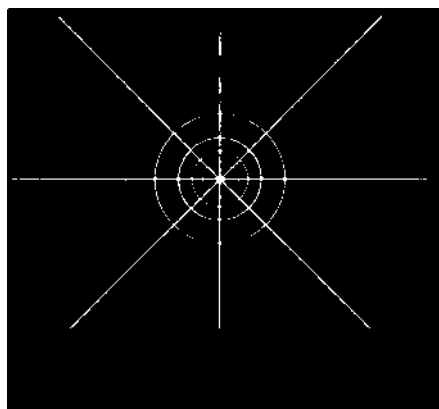

Figure 8.11 – Объект фиксации
- Пациент услышит одиночный звуковой сигнал, после чего в фокус будет помещен объект фиксации (Рисунок 8.11).